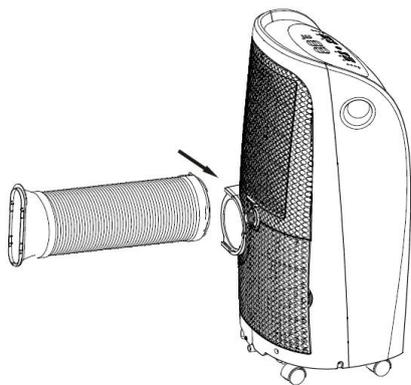

Fig. 18*
2. Spingere il tubo flessibile nel verso della freccia nell'apertura per lo scarico dell'aria (vedi fig. 18*)